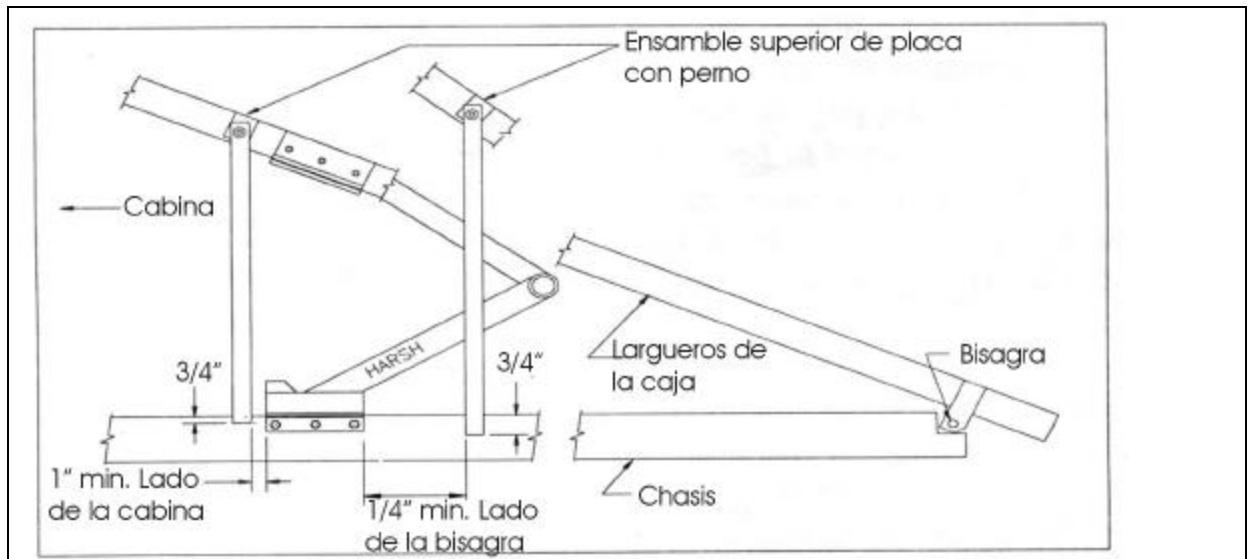

Figura 17: Dimensiones para la colocación del poste de Seguridad
1. Eleve La caja vacía, y sostenga la caja arriba. El ensamble de la placa con perno debe estar fijada a los largueros de la caja. (El ensamble de la placa debe quedar al parejo del lado superior de los largueros de la caja). Cuelgue el soporte de seguridad del perno y con el soporte colgando perfectamente vertical, verifique las dimensiones que se indican en la Figura 17.